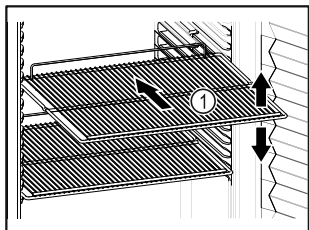

Fig. 50 Példaként szolgáló ábrázolás
- Ha a tárolófelületek Fig. 50 (1) áthelyezhetők, akkor igazítsa be őket a kívánt magasságnak megfelelően.